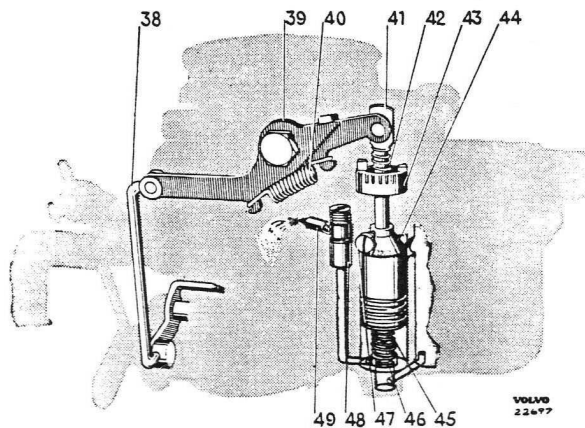

Bild 1-14. Beschleunigungspumpe
Der Pumpenkolben (44, Bild 1-14) läuft in einem im Inneren des Schwimmergehäuses angeordneten Zylinder und wird über ein Verbindungsgestänge mit einem federbelasteten, gelenkversehenen Hebel betätigt. Die Hublänge des Pumpenkolbens kann daher leicht mit einem verstellbaren Nockenstellring (43) eingestellt werden. Dieser Stellring bildet je nach seiner Lage den Anschlag für den vorderen Teil des Hebels in entspr. höherer oder niedrigerer Einstellhöhe. Die letzte Phase der vom hinteren Teil des Hebels ausgeführten Bewegung wird von der Feder (40) aufgenommen.